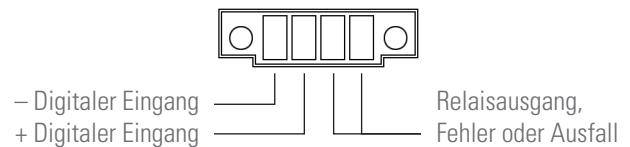

Abb. 15. Digitaler Eingangsstecker und Ausgangsrelais.
- Das Gerät verfügt über einen Stecker mit vier Anschlüssen für einen digitalen Eingang und einen Relaisausgang (siehe Abb. 15).